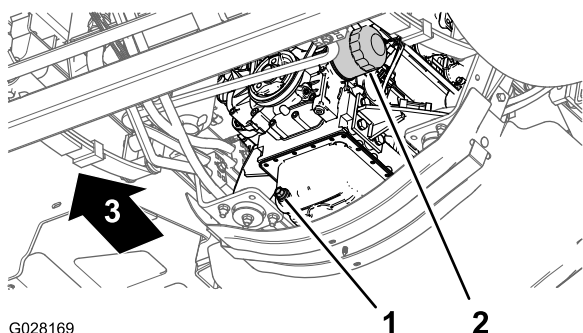

Figure 75
3. Placez un bac de vidange sous le filtre à huile moteur (Figure 75).
4. Retirez le filtre à huile usagé (Figure 75).
8. Posez le filtre à huile sur l'adaptateur et vissez le filtre dans le sens horaire jusqu'à ce que le joint en caoutchouc touche l'adaptateur, puis serrez encore le filtre d'un demi tour (Figure 75).
1. Placez un bac de vidange sous le bouchon de vidange (Figure 75).
2. Enlevez le bouchon de vidange (Figure 75) pour permettre à toute l'huile de s'écouler.